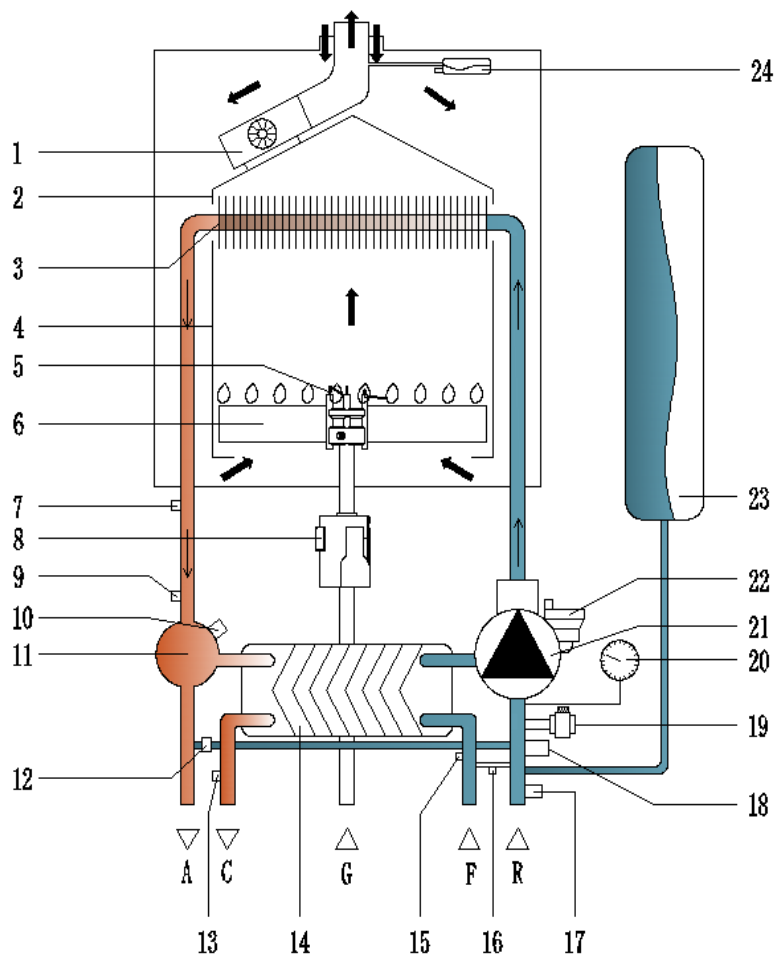

Рис. 3
3.7 Принципиальная схема циркуляции теплоносителя (рис. 3)